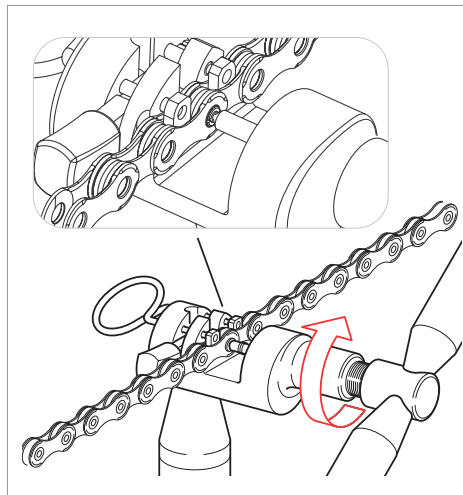

Fig.19
- Avvitare l'utensile portando lo spintore a contatto con l'estremità sporgente della bussola ULTRA-LINK 5-CN-SR700 eseguendo circa 3/4 di giro imprimete una forza moderata sulla stessa fino a deformarla (**Fig. 19**).